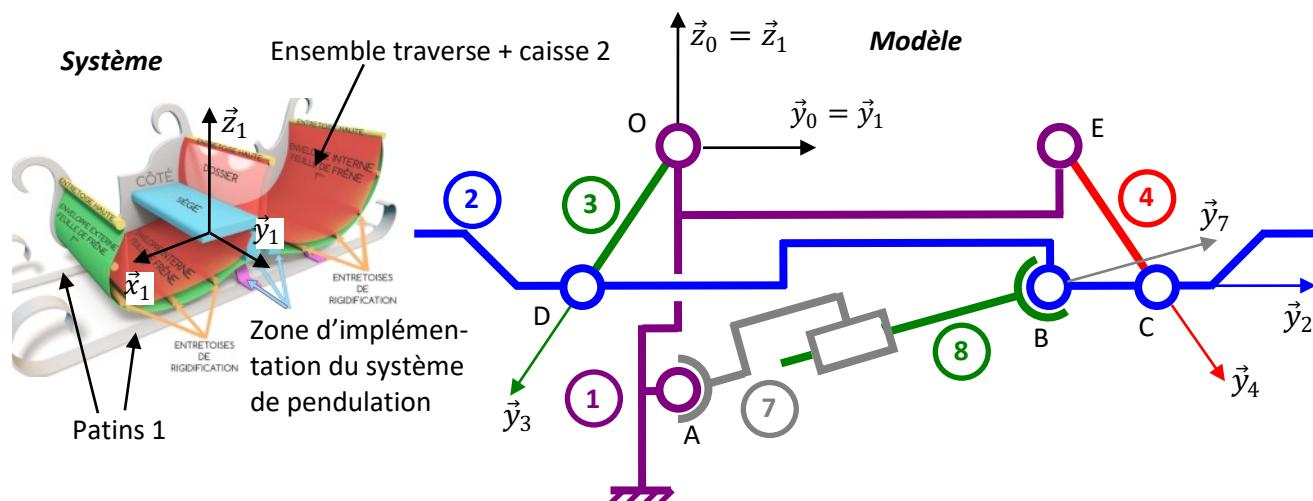

Figure 2 - Schéma cinématique du système de pendulation dans le plan $(O, \vec{y}_0, \vec{z}_0)$.
Pour cette étude, on se place dans un problème plan $(0, \vec{y}_0, \vec{z}_0)$ qui correspond à celui représenté sur le schéma cinématique 2D de la figure 2 et du document réponse DR1. Cette vue plane correspond à une vue transversale du traineau. Le solide 2 correspond à l'ensemble traverse + caisse du traineau et le solide 1 aux patins. L'ensemble 7 + 8 correspond au vérin électromécanique. On se place, pour cette étude, dans le cas où le traineau est encore à l'arrêt posé au sol, par conséquent les patins 1 seront considérés fixes par rapport au sol.
- Q2. Tracer le graphe des liaisons associé à la modélisation représentée par le schéma cinématique 2D de la figure 2.*